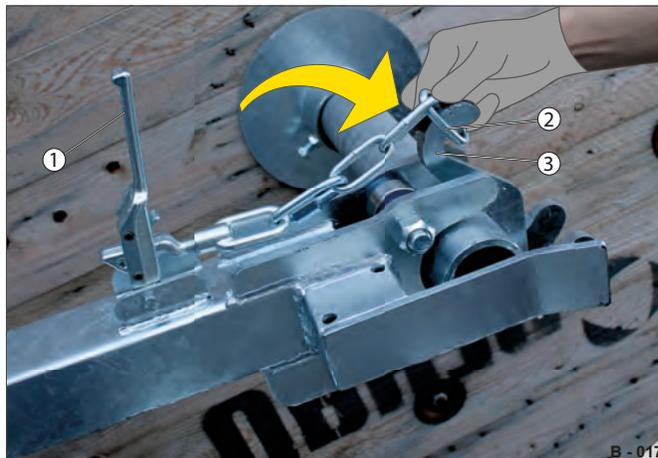

Fig. 14 Sécurisation du touret
► Soulevez le levier (Fig. 14 /1) et glissez le maillon de la chaîne (Fig. 14 /2) sur le crochet (Fig. 14 /3).